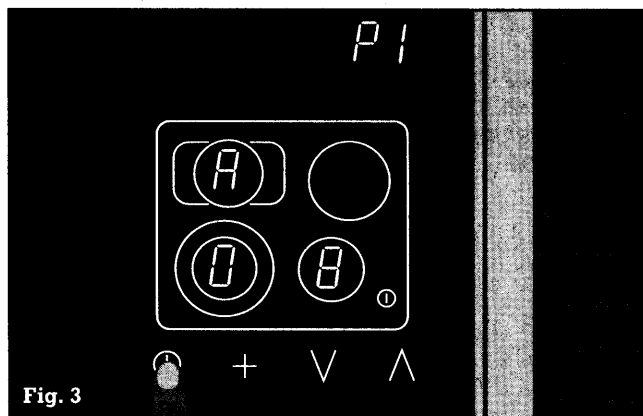

Fig. 3
- Berør symbolet Timer **⌚** for at gemme værdien. Der høres et akustisk signal, og **P1** lyser vedvarende (fig. 3).